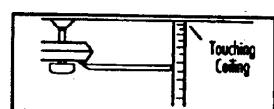

Figure 1
4. Die meisten Wackelstörungen werden durch ungleichmäßig ausgerichtete Flügel hervorgerufen. Diesen Stand überprüfen, indem ein Punkt an der Decke über einer der Flügelspitzen festgelegt wird. Diesen Abstand - wie in Abbildung 1 ersichtlich - messen. Die Abmessung in einem Bereich von 3,18 mm halten und den Ventilator so weit drehen, bis der nächste Flügel zur Abmessung ausgerichtet ist. Diesen Vorgang für jeden Flügel wiederholen. Sind die Flügel nicht alle mit dem gleichen Abstand ausgerichtet, kann der Abstand durch folgendes Verfahren eingestellt werden. Eine Unterlegscheibe (nicht mitgeliefert) zwischen den Flügel und die Flügelhalterung an der dem Motor nächsten Schraube einlegen, um die Flügelspitze nach unten zu verstehen (Abbildung 2). Eine Unterlegscheibe (nicht mitgeliefert) zwischen den Flügel und die Flügelhalterung an den zwei vom Motor am weitesten entfernten Schrauben einlegen (Abbildung 2).